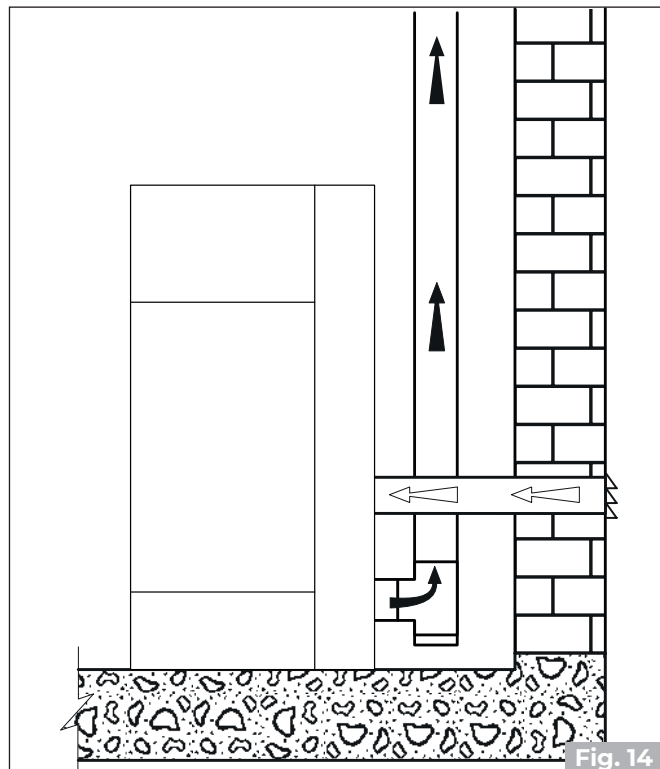

Fig. 14
- conectar la entrada de aire comburente del aparato a la toma de aire con un conducto adecuado ("**Fig. 12**" - "**Fig. 14**").